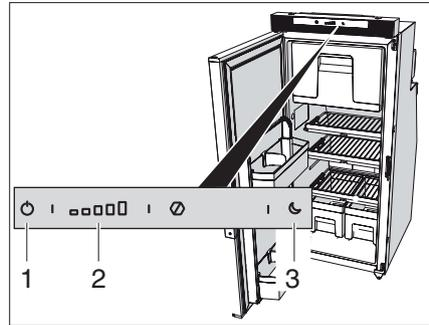

Fig. 89 Elementi di comando nel frigorifero
► Premere il tasto On/Off (Fig. 89,1) e tenerlo premuto per alcuni secondi.
► Premere o muovere i simboli sul tasto di regolazione della temperatura frigorifero (Fig. 89,2) per selezionare lo stadio di raffreddamento desiderato.